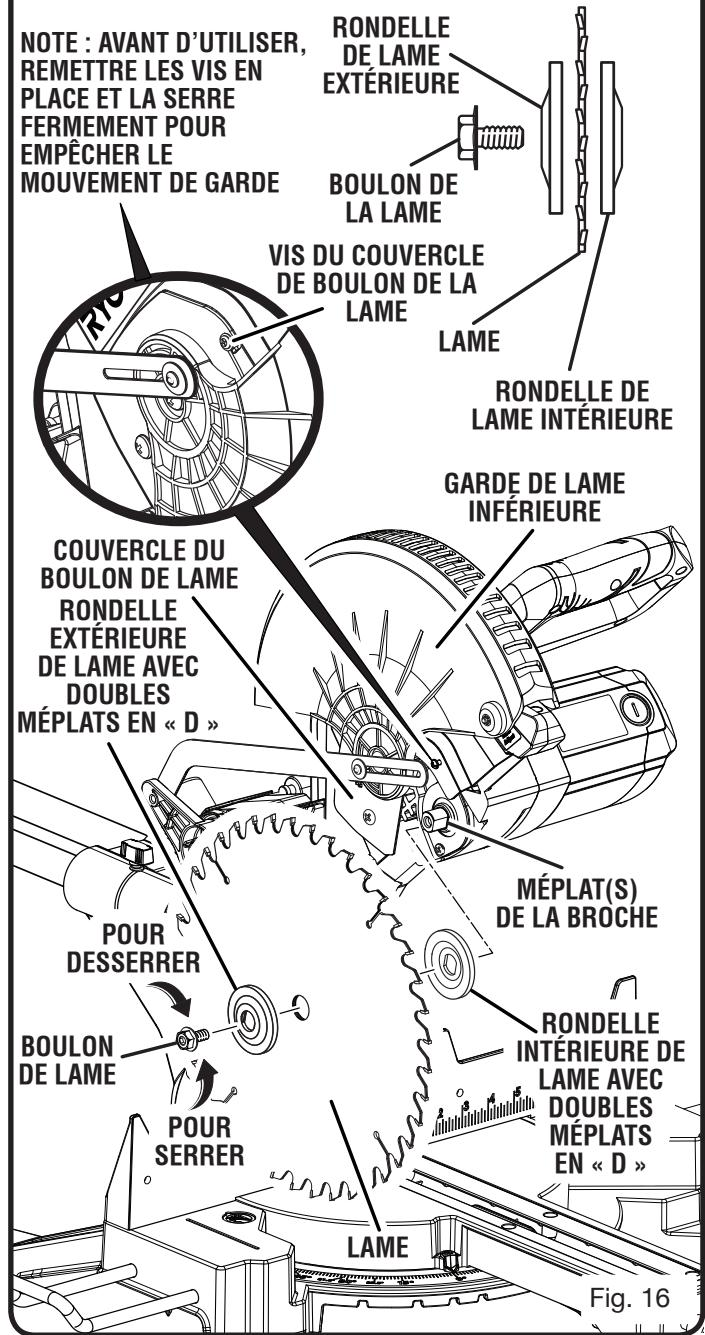

Fig. 16
- Engager la lame dans la garde inférieure et sur la broche. Les dents doivent être orientées vers le bas à l'avant de la lame, comme le montre la figure 16.